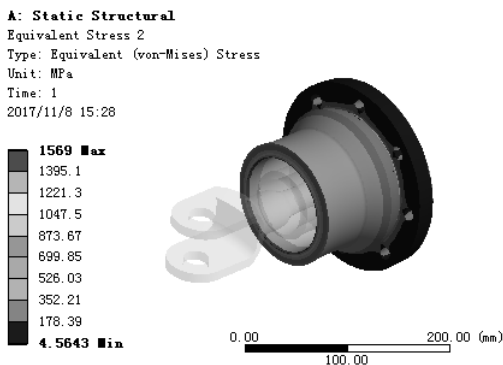

图 7.10.11 应力结果图解 (out-bush)
(4) 查看 out-bush 零件应力结果图解。在“Outline”窗口中选中 **Equivalent Stress 2**, 查看图 7.10.11 所示的零件 out-bush 的应力结果, 其最小应力为 4.5643 MPa, 其最大应力为 1569 MPa。